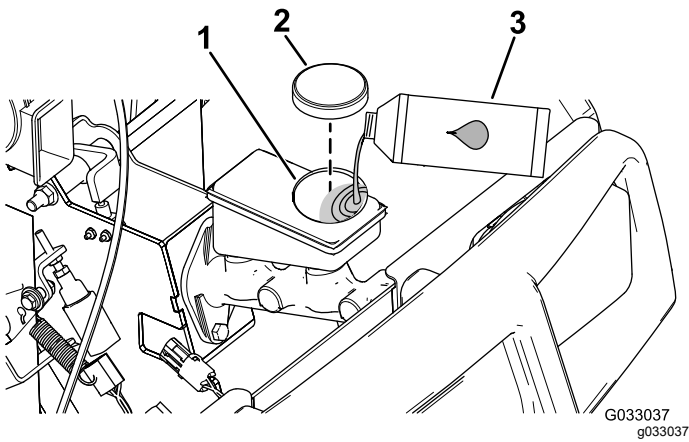

Figure 48
1. Soulevez le capot pour accéder au maître-cylindre de frein et au réservoir (Figure 48).
- A. Nettoyez la surface autour du bouchon du réservoir et enlevez le bouchon (Figure 48).
- C. Remettez le bouchon du réservoir (Figure 48).